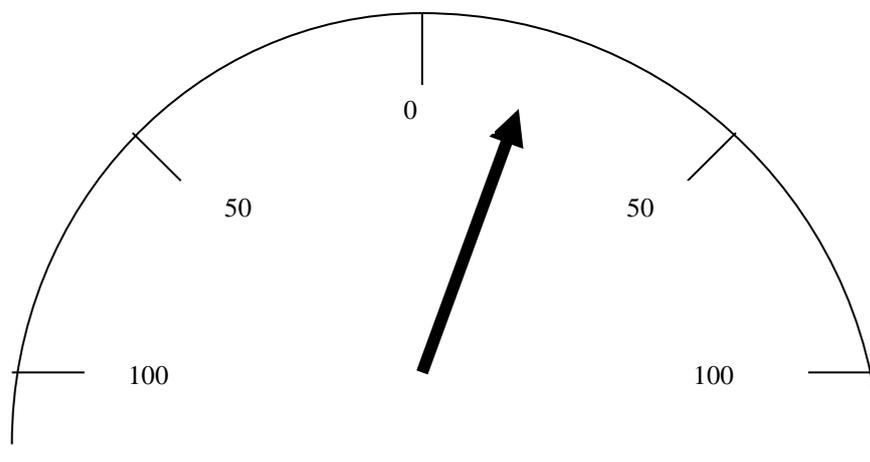

Рисунок 2.1 – Шкала мановакуумметра
**Задача 2.4.14.** Мановакуумметр градуирован в килопаскалях, как показано на рисунке. Оцифруйте шкалу прибора в других единицах измерения давления: атм., кгс/см2, мм рт. ст., бар. По какой измерительной шкале определяется давление мановакуумметром (рисунок 2.1)?